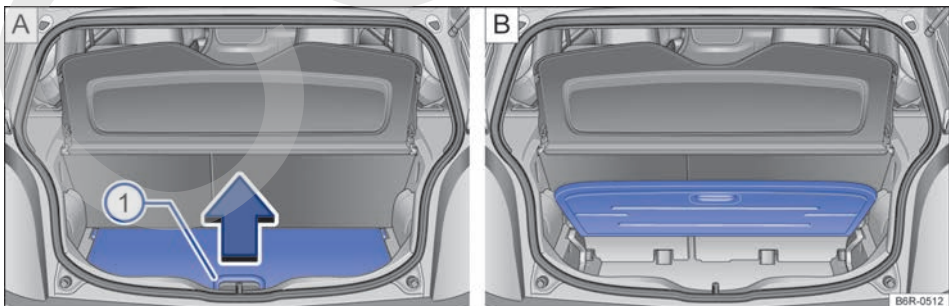

Fig. 66 A: piso variable del maletero rebatido hacia arriba. B: piso variable del maletero abierto.
Para *abrir*, levantar la empuñadura → **fig. 66 ①** en el sentido de la flecha y rebatir el piso del maletero completamente hacia arriba → **fig. 66 B**.